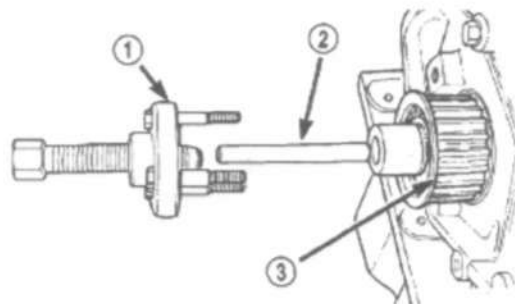

Рис. 104 Звездочка коленчатого вала – снятие
(1) Отсоединить минусовой провод АКБ.
(2) Снять ремень ГРМ (см. п. 9. ДВИГАТЕЛЬ /ФАЗЫ ГАЗОРАСПРЕДЕЛЕНИЯ/ РЕМЕНЬ ПРИВОДА ГРМ/ЦЕПЬ И ЗВЕЗДОЧКИ СНЯТИЕ).
(3) При помощи спец. приспособления 6793 и вставки С-4685-С2 снять звездочку коленчатого вала (Рис.104).